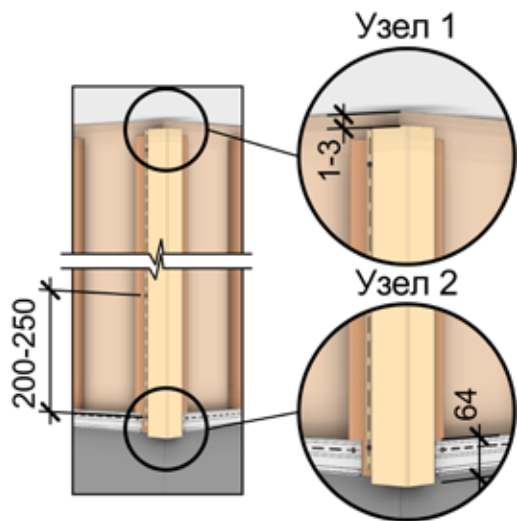

Рис. 5 Установка внешних углов
- При монтаже вертикальных профилей первый саморез должен фиксировать профиль в верхней части первого попадающего целиком на обрешётку монтажного отверстия (рис. 5, узел 1).
- Вертикальные профили необходимо устанавливать с зазором, компенсирующим температурные расширения, от 1 до 3 мм в верхней части (рис. 5, узел 1) и от 1 до 6 мм в нижней части.
Внешние углы необходимо устанавливать таким образом, чтобы их верхняя часть была на 1-3 мм ниже ограничивающей плоскости, а нижняя часть на 64 мм ниже верхнего края стартового профиля панелей сайдинга Döcke LUX BERGART. Профили следует крепить к обрешётке саморезами (п.2) с шагом 200-250 мм (рис. 5).